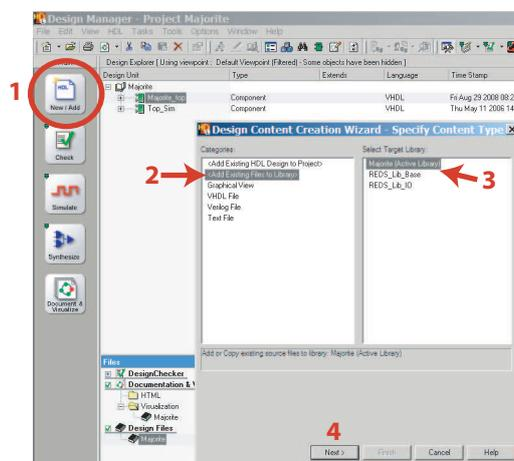

FIGURE 3.15 – Ajout de sources VHDL
1. Pour importer des descriptions VHDL dans une bibliothèque, il faut aller dans la barre de gauche *Main* ▷ *New/Add*. Suite à cette opération, la fenêtre de la figure 3.15 s'ouvre.
4. Cliquez sur *Next >*. Suite à cette opération, la fenêtre de la figure 3.15 s'ouvre.